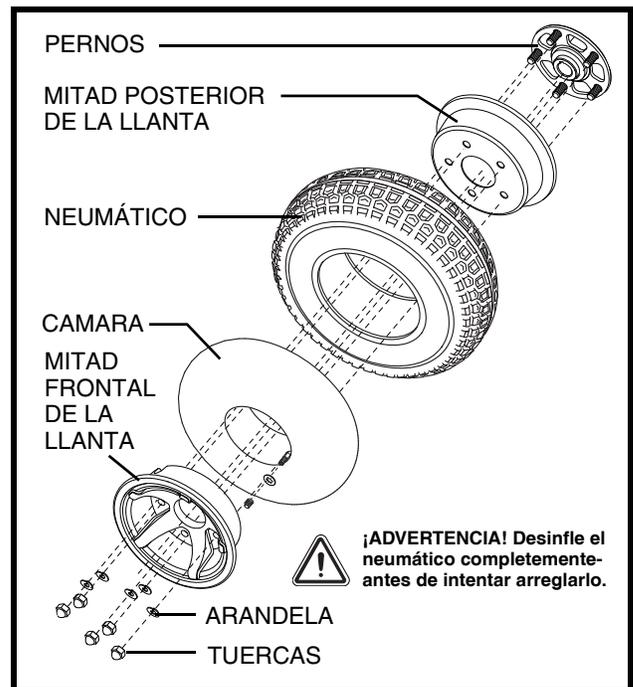

Figura 20. Colocación de la rueda motriz
6. Saque las tuercas ciegas que mantienen unidas las dos mitades de la llanta. Ver figura 20.